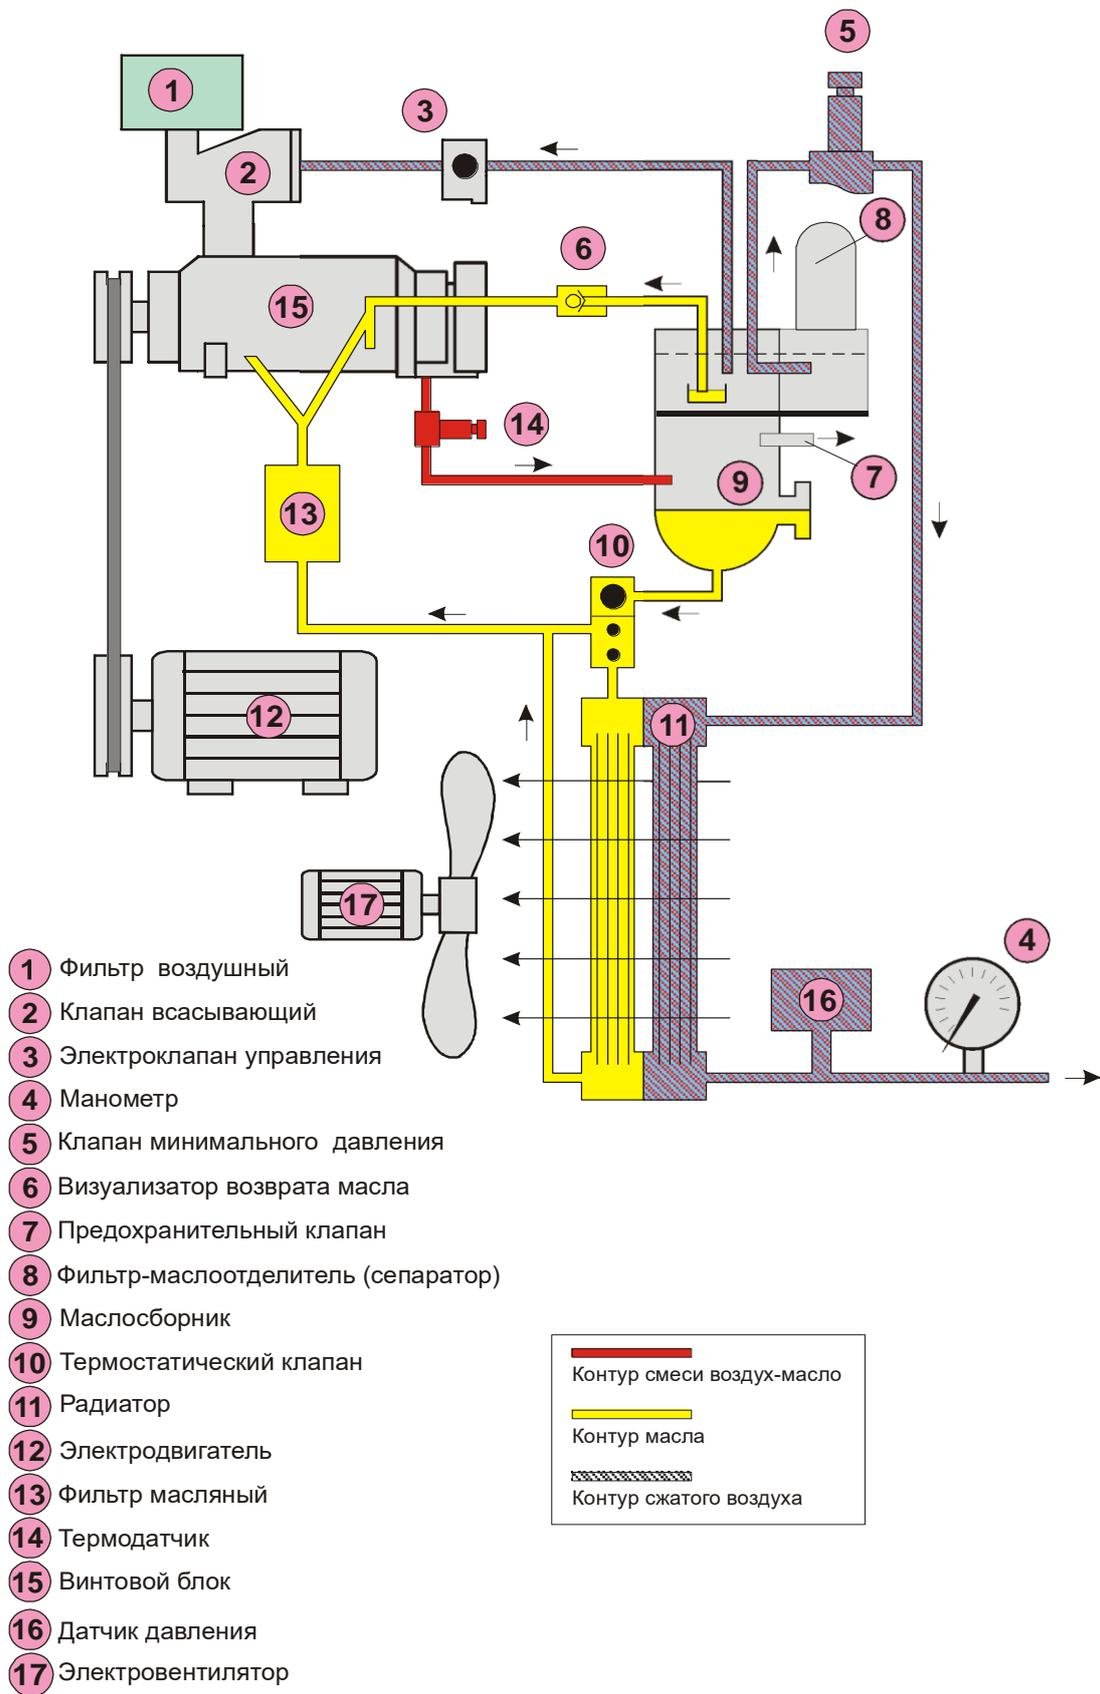
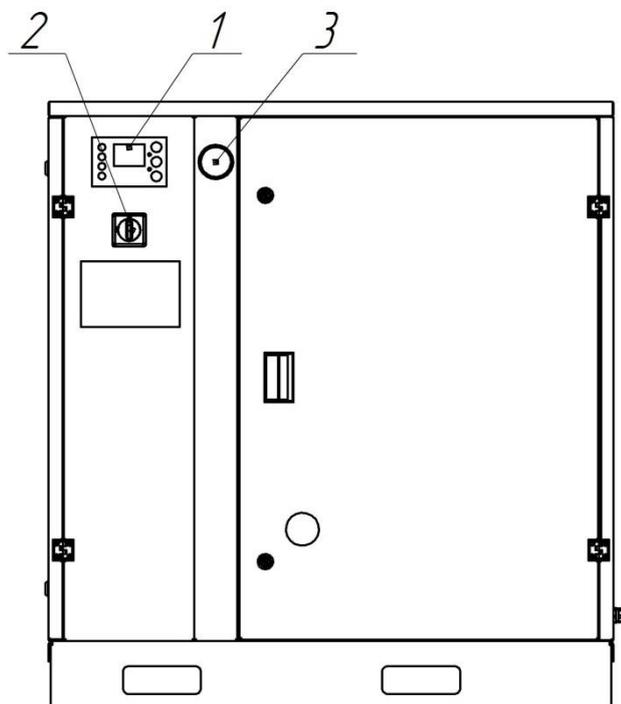

Рисунок 4
Рисунок 5
**13 – Панель управления** (см. рисунок 5). На лицевую сторону панели управления вынесены следующие органы управления, контрольно-измерительная и сигнальная аппаратура (рисунок 4):
Масло по маслопроводу поступает в радиатор, охлаждается, фильтруется через фильтр масляный и вновь поступает в зону винтовой пары (см. рисунок 4). Функции масла заключаются в охлаждении продукта сжатия, смазке подшипников и уплотнения опорных поверхностей винтов.
Воздух, очищенный от остатков масла в фильтре-маслоотделителе, охлаждается, проходя через воздушный контур радиатора (см. рисунок 4), и поступает на выход установки при достаточно низкой температуре и незначительном остатке частиц воды и масла.